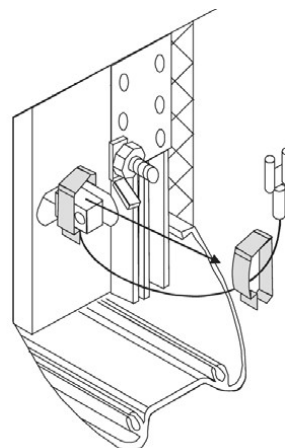

Fig.3
4. Scollegare i conduttori del bulbo su entrambi i lati. (fig.3)
4. Auf beiden Seiten die Lampenanschlüsse abtrennen.(Abb.3)
4. Desconectar los conductores de la lámpara en ambos lados. (fig.3)